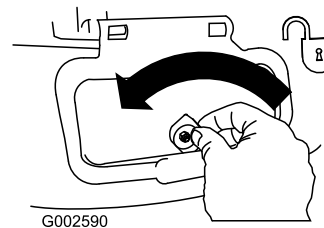

Рисунок 35
1. Разблокируйте боковую выпускную дверцу (Рисунок 35).